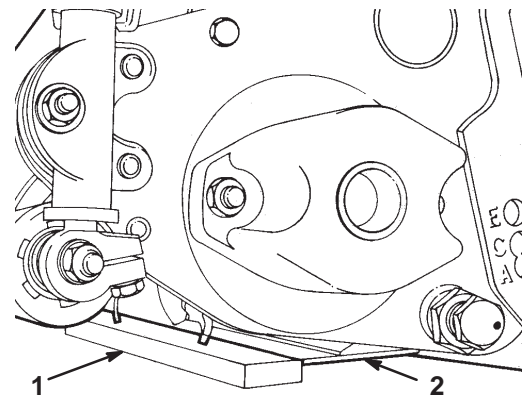

Bild 5
6. Stellen Sie eine 6,4 mm oder dickere Platte unter die Spindelmesser und gegen die Vorderkante des Untermessers (Bild 5).